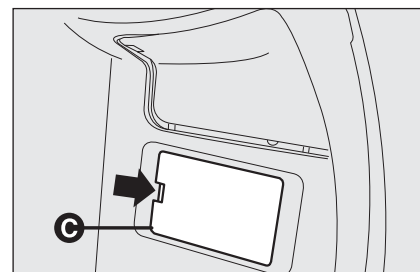

fig. 47
- ☐ aprire lo sportello **C-fig. 47** di accesso alla centralina fusibili agendo nel punto indicato dalla freccia.